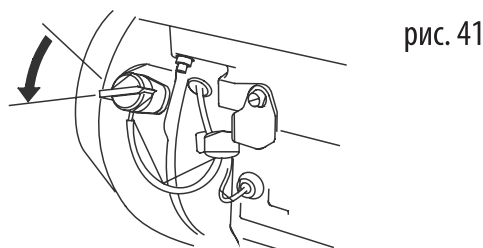

рис. 41
3. Затем установите переключатель зажигания в положение «ВЫКЛ» (рис. 41).